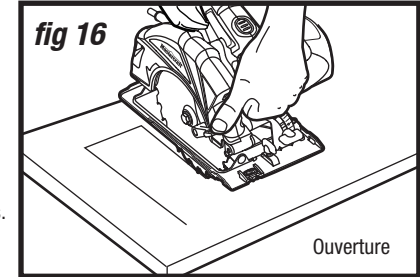

fig 16
Pratiquer une ouverture (fig 16)
6. Appuyez fermement la surface du guide de coupe rectiligne contre celle de la pièce à couper (fig 16). Vous obtiendrez une coupe droite, et la lame ne se coincera pas.